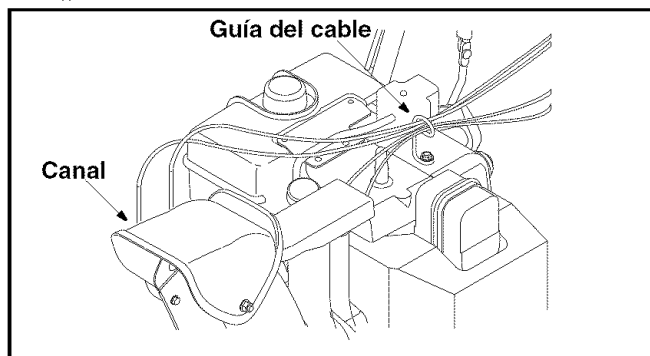

Figura 4
10. Deslice los cables que van desde el panel de la manija al canal, dentro de la guía del cable ubicada en la parte superior del motor. Vea la Figura 4.
11. Deslice los cables que van desde el panel de la manija a la caja de control del canal, dentro de la guía del cable también. Vea la Figura 4.